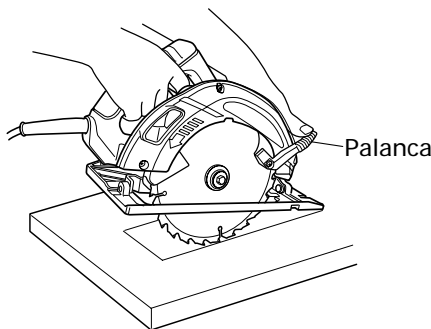

Fig. 15
1. Marque claramente el área de corte deseada con líneas en todos los lados. (Consulte la Fig. 15.)
3. Empuje la palanca completamente hacia atrás para que la cuchilla quede expuesta como se muestra en la Fig. 15.